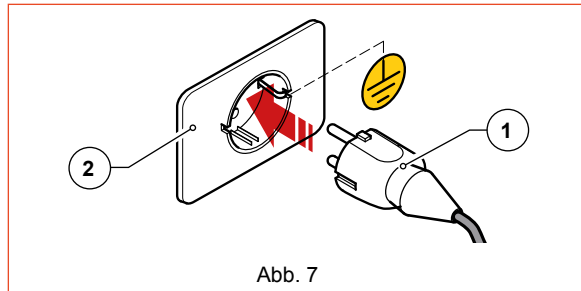

Abb. 7
- Den Stecker des Speisekabels (Abb. 7 Bestandteil 1) in die Steckdose an der Wand des Aufstellorts zu stecken ((Abb. 7 Bestandteil 2);